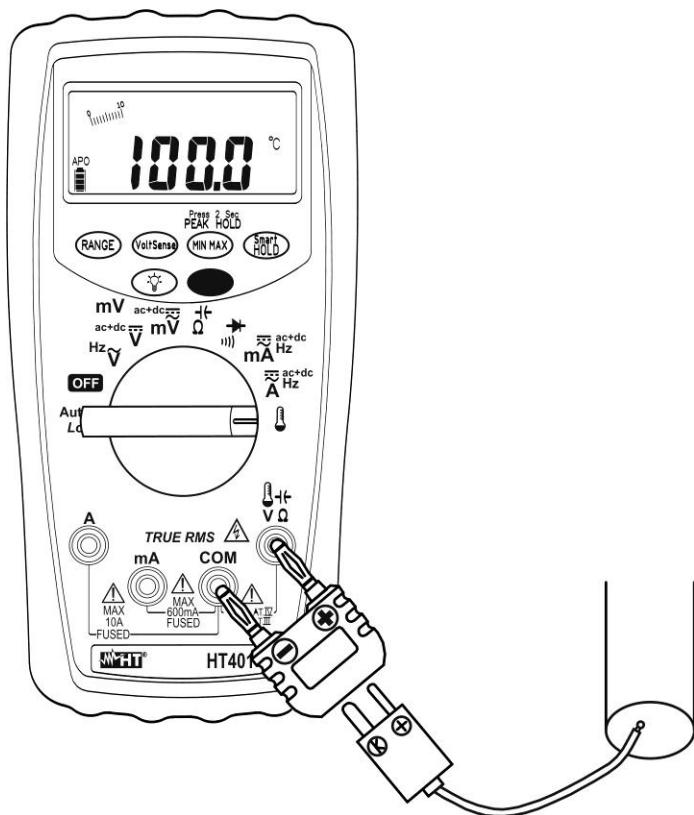

Fig. 10: Uso dello strumento per misura di Temperatura con sonda K
3. Inserire l'adattatore in dotazione nei terminali di ingresso e **COM** rispettando i colori rosso e nero presenti su di esso (vedere Fig. 10)
4. Collegare la sonda a filo tipo K in dotazione o una delle sonde opzionali (vedere Fig. 10) allo strumento tramite l'adattatore rispettando le polarità positiva e negativa presenti sulla spina della sonda. Il valore della temperatura è mostrato a display